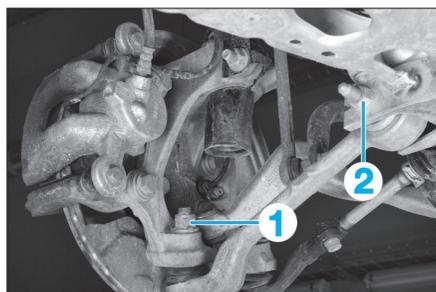

Fig. 25
- l'écrou (1) de la rotule de bras transversal (Fig.25).
- Déposer l'écrou (2) et extraire la vis par l'avant.